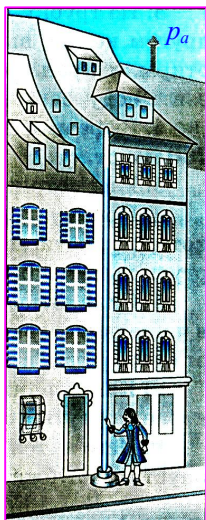

Рис. 57.3.
1. На рис. 57.3 изображен водяной барометр, созданный Паскалем в 1646 г. Какой высоты был столб воды в этом барометре при атмосферном давлении, равном 760 мм рт. ст.?